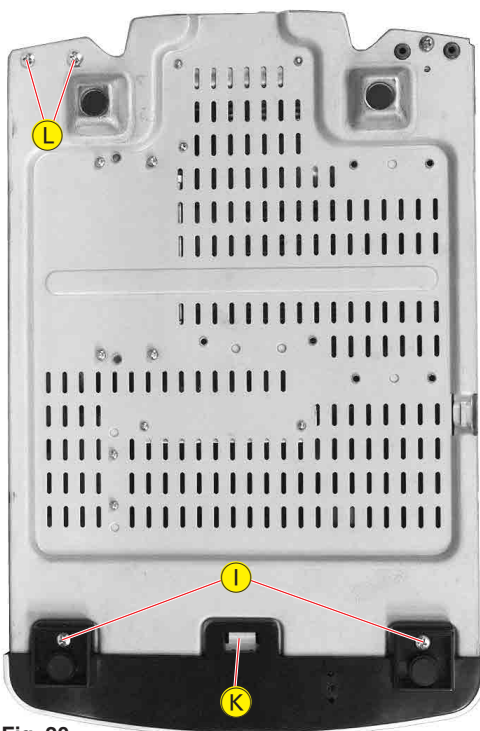

Fig. 20
- 2 Schrauben ⑥ (Fig. 20) herausdrehen.
- Rastnase ⑦ (Fig. 20) ausrasten.
- 2 Schrauben ⑧ (Fig. 20) herausdrehen.
- Undo 2 screws ⑥ (Fig. 20).
- Disengage hook ⑦ (Fig. 20).
- Undo 2 screws ⑧ (Fig. 20).